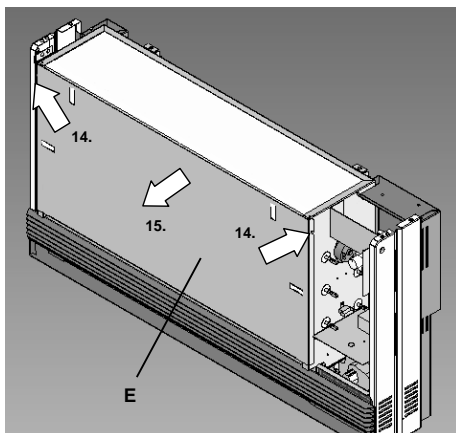

Fig.11 Afsluitplaat verwijderen
- Afsluitplaat verwijderen (fig. 11):
46. Afsluitplaat (E) aan de linker en rechter zijkant bovenaan uit de aanzetschroeven tillen. Hiertoe afsluitplaat aan de rand boven het afzuigrooster vastpakken en voorzichtig naar boven schuiven.